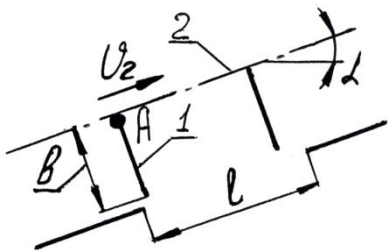

Рис. 1.8
1.26. Зерно А масою m перебуває на скребку 1 похилого елеватора, який має висоту b та рухається зі швидкістю v_r (рис.1.8). Тяговий ланцюг 2 елеватора розташований під кутом α до горизонту. Скласти диференціальне рівняння та рівняння руху частки по скребку. Визначити довжину вивантажувального вікна l , при якій зерно подолає шлях, що дорівнює висоті скребка. Коефіцієнт тертя зерна по поверхні скребка f .